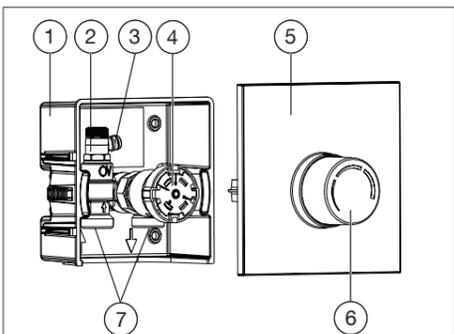

Fig. 2: Structura Unibox RTL
Înainte de montarea termostatului RTL de schimb, trebuie demontat mai întâi termostatul RTL existent (vezi fig. 2 (4)).